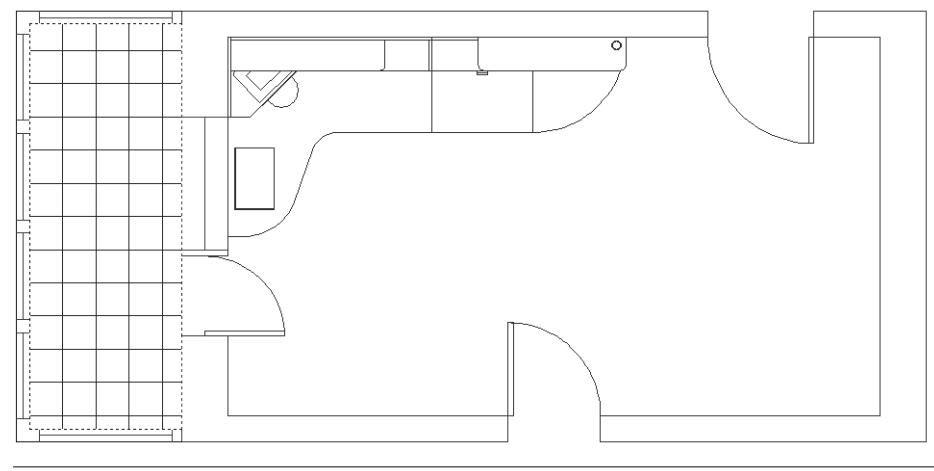

Рис. 9.13 ▼ Предварительный просмотр специального узора штриховки
4. Запустите инструмент **Штриховка** (Hatch), например, введя **ш** (H) в командном окне, и выберите из списка **Тип** (Type) на вкладке **Штриховка** (Hatch) открывшегося окна **Штриховка и градиент** (Hatch and Gradient) элемент **Из линий** (User defined). Обратите внимание на то, что после закрытия списка **Тип** (Type) параметры **Масштаб** (Scale) и **Образец** (Pattern) станут недоступными, а параметр **Интервал** (Spacing) – наоборот, станет доступным.
8. Нажав **Enter** для возврата в окно **Штриховка и градиент** (Hatch and Gradient), щелкните в этом окне на кнопке **Образец** (Preview). Как видно из полученного результата (рис. 9.13), режим автоматической привязки штриховки к началу координат не позволяет добиться нужного эстетического эффекта. Действительно, на практике плитку, как правило, начинают укладывать от середины комнаты. Поэтому давайте изменим режим привязки начала штриховки.